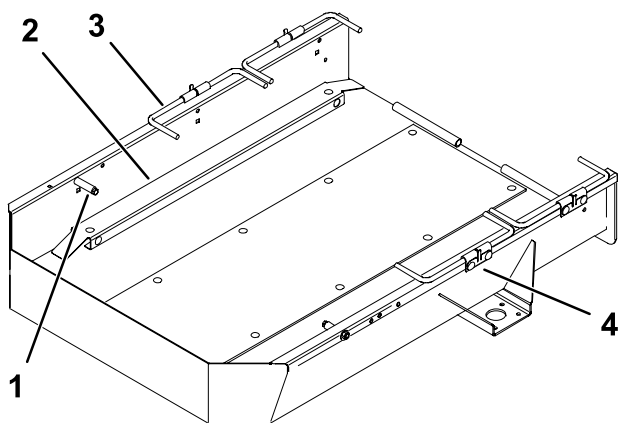

図 1
3. スタンダードインサートがランプ板の底部に固定されている場合は、固定具を外してインサートを外す 図 1。
4. 既存のトレーラストップ、ホイールロード、ブラケットを外す 図 1。